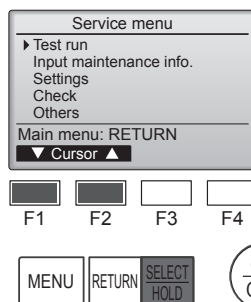

Fig. 7-1
- ① Dans le Menu SAV, sélectionnez "Test run" (Test fonctions) puis appuyez sur la touche [SELECT/HOLD]. (Fig. 7-1)